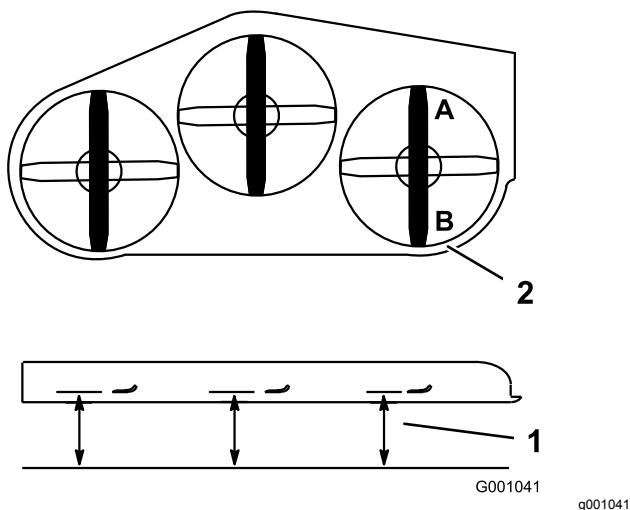

Figura 94
1. Coloque la cuchilla **derecha** en posición longitudinal (Figura 94).
2. Mida la cuchilla derecha en la posición **A** desde una superficie nivelada hasta el filo de corte del extremo de la cuchilla (Figura 94).
4. Mida la cuchilla derecha en la posición **B** desde una superficie nivelada hasta el filo de corte del extremo de la cuchilla (Figura 94).
6. La cuchilla del cortacésped debe estar entre 6 y 10 mm ($\frac{1}{4}$ " y $\frac{3}{8}$ ") más baja en la posición que en la posición **B** (Figura 94). Si la distancia no es correcta, continúe con los pasos siguientes.